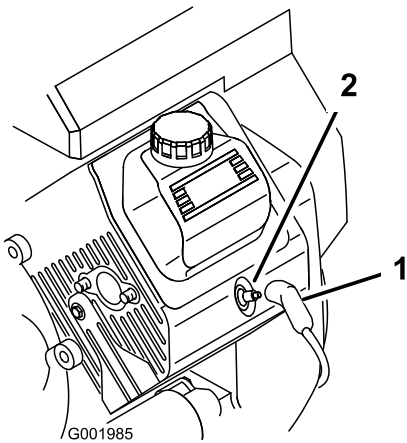

Figure 44
- Débranchez les fils des bougies (Figure 44).
- Rebranchez le fil de la ou des bougies (Figure 44).